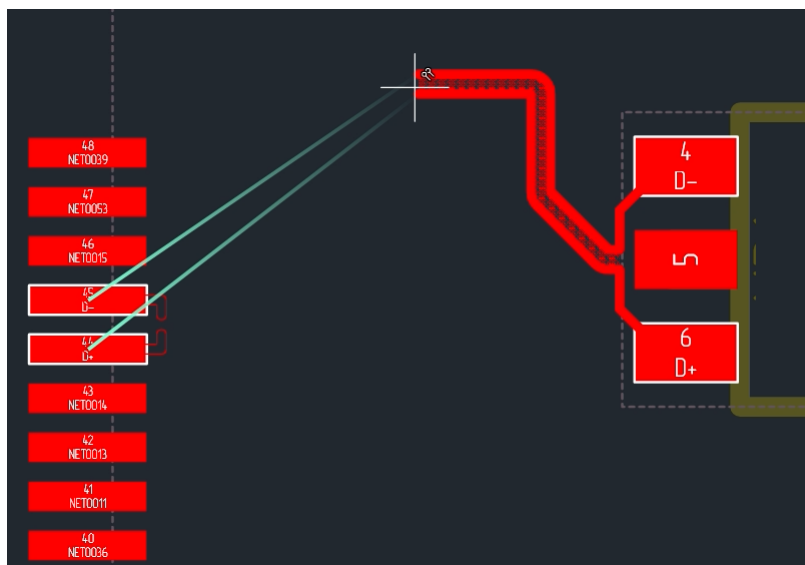

Рис. 337 Зафиксированный участок диффпары и возможный вид следующего участка
3. Переместите курсор в новую точку, при этом на экране отобразится возможный вид линии между предыдущей зафиксированной точкой и текущим положением курсора, см. Рис. 337;